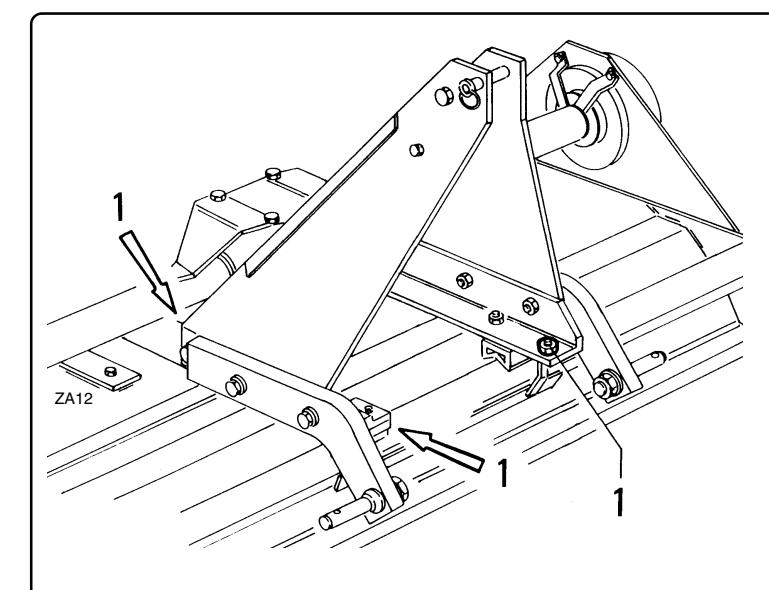

fig. 5.6.3
- Die Muttern "1" Abb. 5.6.3 lockern, ohne sie ganz abzuschrauben.